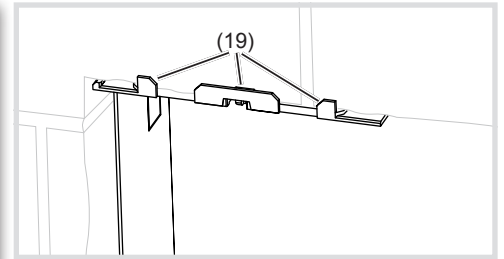

Bild 5: Einbauposition der Befestigungselemente
- (17) Steckschlüssel 5,5 mm
- (18) Befestigungselemente
- ⓘ Die Aufschlagwinkel (19) der Befestigungselemente (18) müssen auf der Wandoberfläche aufliegen (Bild 5).